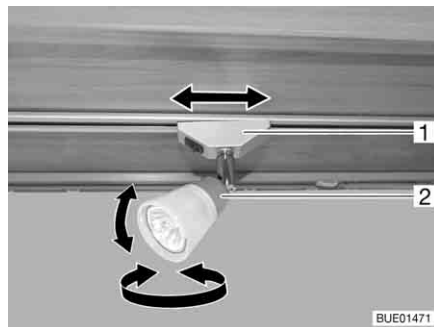

Bild 67 Spotleuchte
*Drehen:* ■ Gehäuse (Bild 67,2) fassen und drehen.
*Verschieben:* ■ Halterung (Bild 67,1) fassen und um ca. 45° drehen.
*Abnehmen:* ■ Halterung (Bild 67,1) fassen und um 90° drehen.